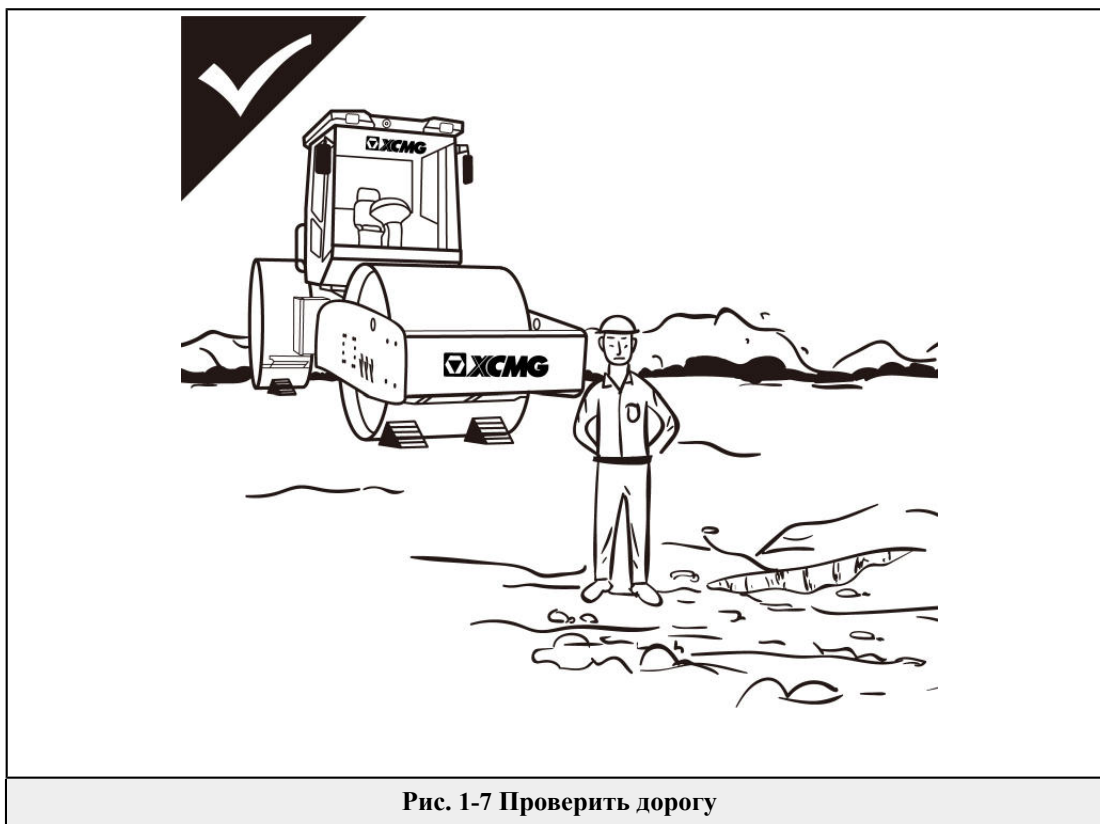

Рис. 1-7 Проверить дорогу
2. Проверьте, нет ли на дороге трещин и вмятин, которые могут привести к поломке машины. **Рис. 1-7.**